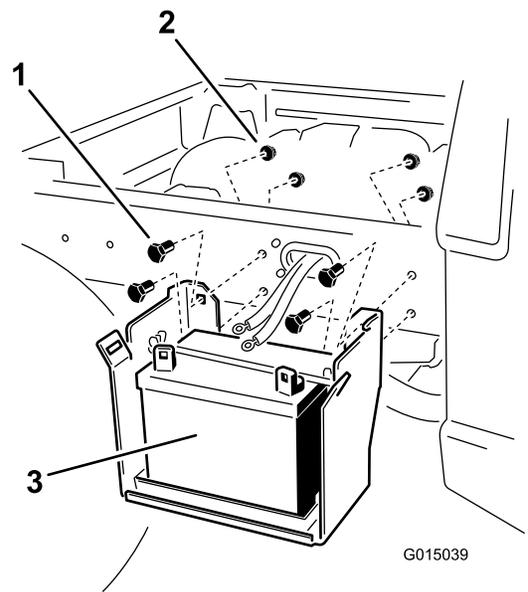

Figura 5
4. Retire las fijaciones que sujetan la batería y el soporte al bastidor de la máquina (Figura 5).